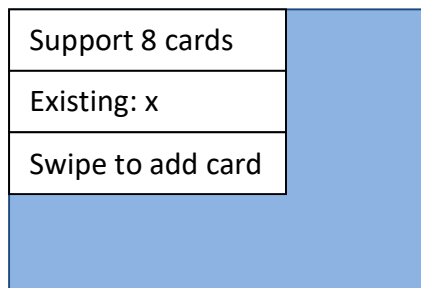

Figura 32 - Schermata aggiunta card
- 2) Per aggiungere delle card di abilitazione carica, selezionare '1. Add Card' e attendere la comparsa della schermata in Figura 32.